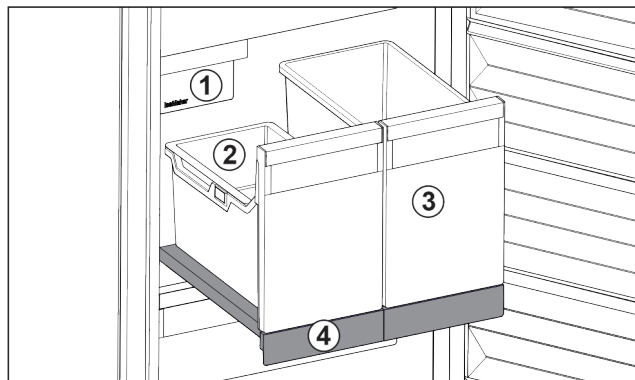

Fig. 28 Выдвигная панель с IceTower
- (1) IceMaker
- (2) Подвесной лоток для кубиков льда
- (3) Контейнеры для пиццы, алкогольных напитков
- (4) Выдвигная панель
На выдвигной панели находятся два высоких контейнера (IceTower). В контейнере Fig. 28 (2) собираются и хранятся кубики льда из IceMaker. Контейнер Fig. 28 (3) подходит для хранения высоких продуктов, таких, как пицца или алкогольные напитки.